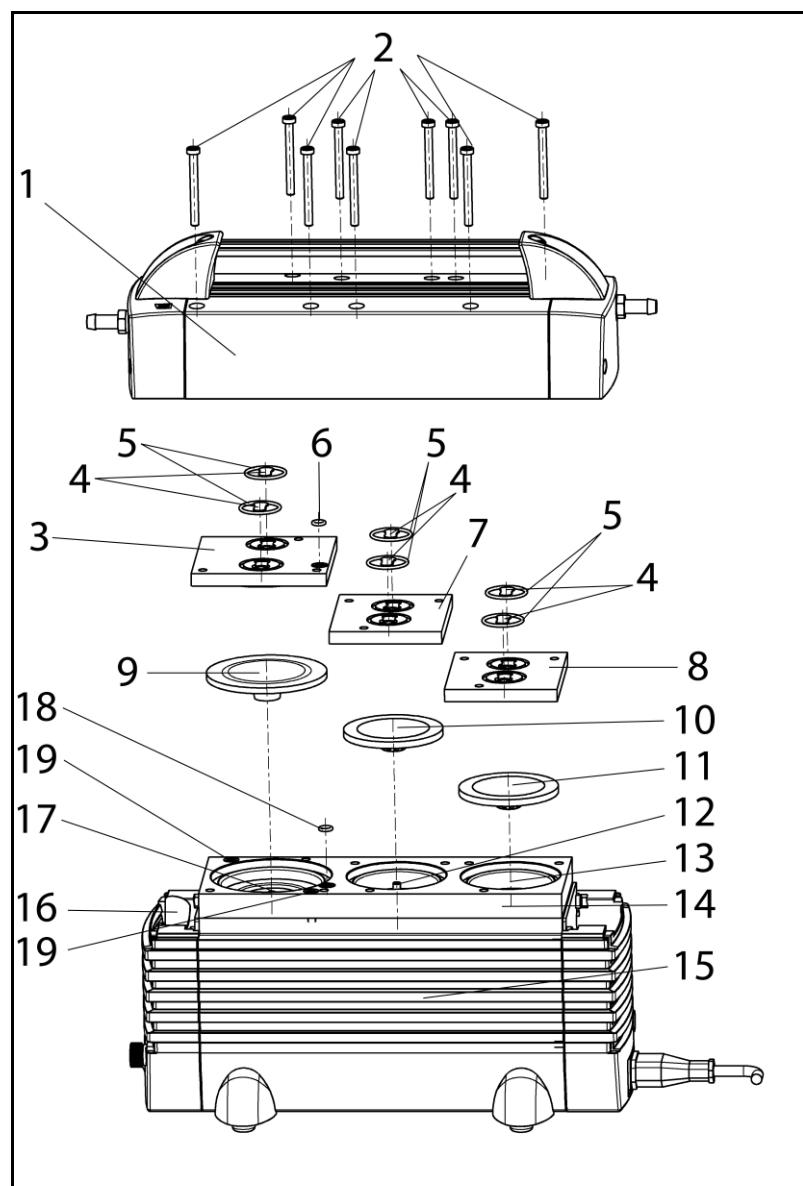

Fig. 6: Schéma éclaté N 920 AP.18 / N 920 AP.29.18
1. Desserrer les 9 vis de fixation (2) et retirer le recouvrement de tête (1) du corps de pompe (15) (voir fig. 6)
2. Repérer la culasse (3) et le support de membrane (14) avec un trait continu au feutre. Cela permettra d'éviter un mauvais positionnement des pièces lors du remontage de la pompe.
3. Repérer la culasse (7) et le support de membrane (14) avec deux traits continus au feutre.
4. Repérer la culasse (8) et le support de membrane (14) avec trois traits continus au feutre.
5. Retirer les culasses (3), (7) et (8) du support de membrane.
i Le côté supérieur et le côté inférieur des plaques soupapes sont identiques. Pour l'emplacement correct : voir fig. 6.